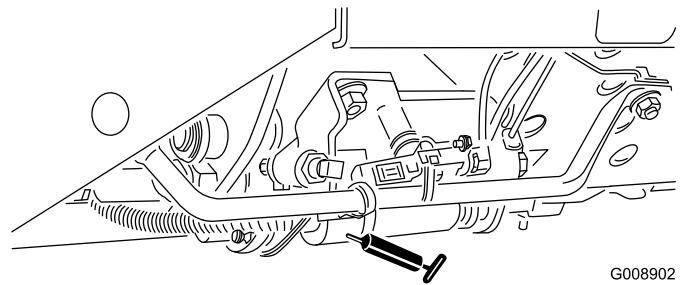

**Figura 56**
- Meccanismo di regolazione della folle (Figura 56)